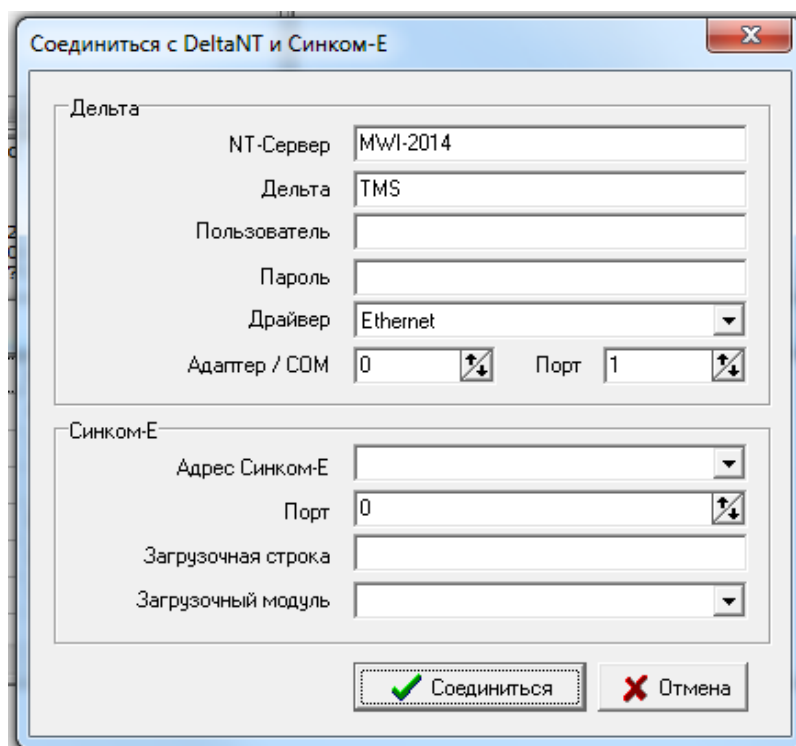

Рис. 13.8 Окно настройки порта перехвате в «Дельта-мониторе»
- на любом компьютере вызвать «Дельта-монитор» (это может быть сервер динамических данных или удалённый компьютер), выбрать порт контроллера, через который подключен ИПЦ. ПКМ через всплывающее меню «Перехват порта» активизировать окно настройки параметров для перехвата порта и задать их (см. Рис. 13.8);